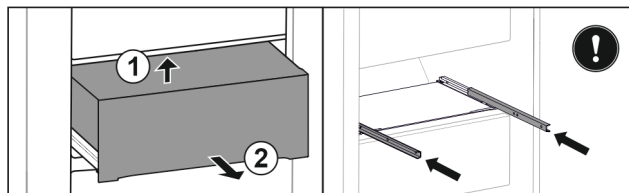

Fig. 114
- ▶ Løft skuffen bagtil nedefra. Fig. 114 (1)
- ▶ Tag skuffen ud fremefter. Fig. 114 (2)